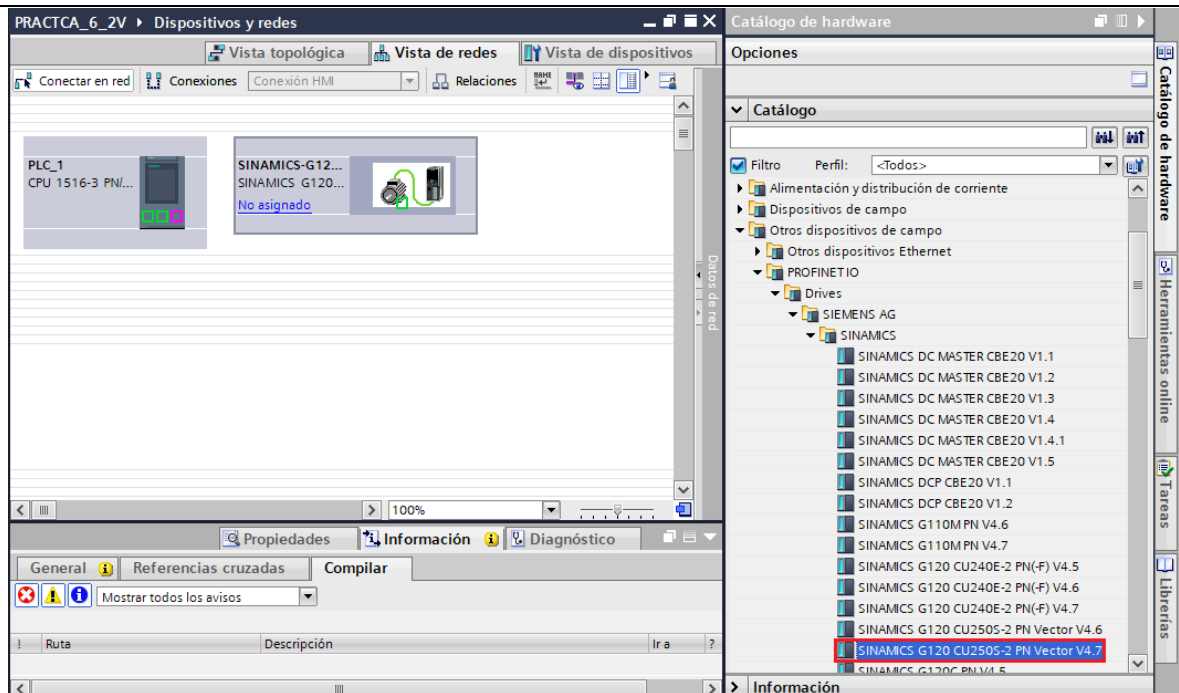

Figura 14. Agregar dispositivo SINAMICS G120 PN.
- (1) Para agregar el variador de frecuencia se debe ubicar en “Dispositivos y Redes” y seguir los siguientes pasos:
- Para agregar el variador, hacer clic sobre “**Otros dispositivos de campo**” / “**PROFINET IO**” / “**Drives**” / “**SIEMENS AG**” / “**SINAMICS**” / “**SINAMICS G120 CU250S-2 PN VECTOR V4.7**” (ver Figura 14). Luego dar doble clic para agregar el dispositivo.